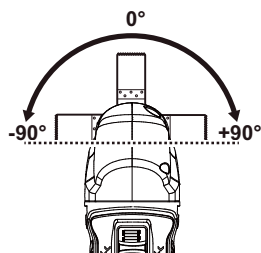
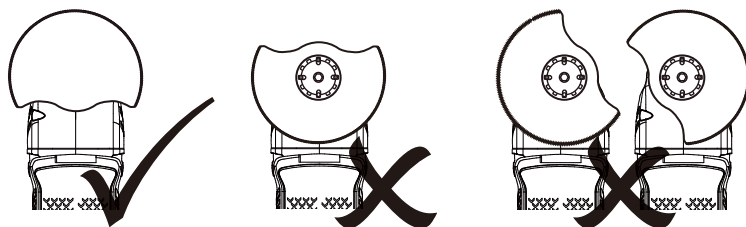

Fig. 11
Fig. 13
AVISO: Ajuste apenas o raspador (7) e a lâmina de serra de imersão (8) num ângulo entre -90° e $+90^\circ$. Nunca coloque o raspador e a lâmina de serra por imersão a apontar para trás (Fig. 11, 12). Nunca coloque a lâmina de serra segmentada (9) num ângulo distinto a 0° (Fig. 13).